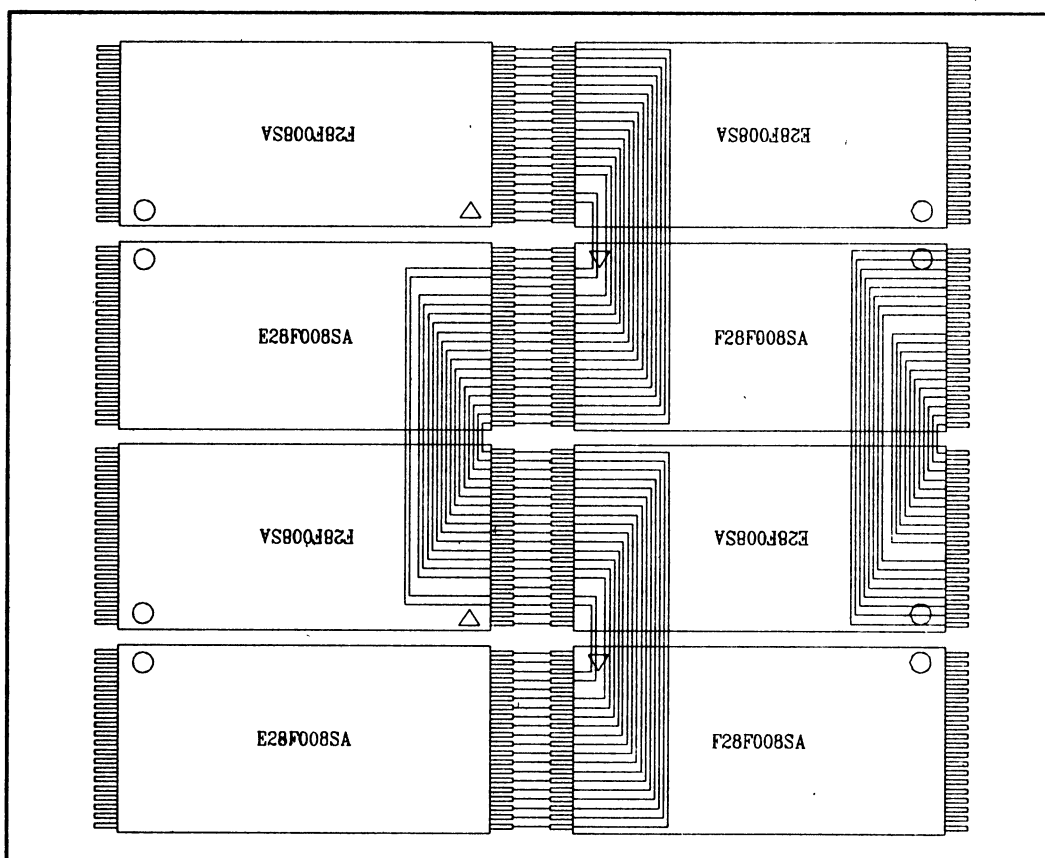

Рис. 4.8. Трассировка серпантинном для корпусов TSOP
На рис. 4.8 показан 8-Мбайтный массив флэш-памяти на основе ИС 28F008SA в корпусах TSOP (Thin Small Outline Package) в стандартном (E) и реверсивном (F) исполнениях. Топология печатных проводников, подобная приведенной, используется в карточках флэш-памяти Intel Series II (емкостью до 20Мбайт) и обеспечивает оптимальную плотность монтажа на отведенной площади платы.
Подключение контактов $R\overline{Y}/\overline{B\overline{Y}}$ на рис. 4.8 не показано. Их можно не использовать, но тогда система должна программно опрашивать регистры состояния микросхем. В другом случае выходы $R\overline{Y}/\overline{B\overline{Y}}$ можно использовать, как описано в разделе 4.2.2.
Выводы \overline{CE} на рис. 4.8 также не соединены — в предположении, что они индивидуально управляются схемой системного дешифратора для раздельного выбора кристаллов. Тем самым закладывается возможность последовательного (байт за байтом) доступа к массиву при чтении и записи. В системах с 16-разрядной шиной данных старшие и младшие байты слов могут выбираться одновременно за счет объединения линий \overline{CE} двух ИС 28F008SA, образующих 16-разрядное слово.
И, наконец, шины V_{CC} , V_{PP} и \overline{PWD} ко всем компонентам подведены параллельно. В разделе 4.2.6. рассматривается подключение фильтрующих конденсаторов для шин питания, а в разделе 4.2.3. рассматривается использование входа \overline{PWD} . При необходимости, общее управление энергопотреблением, показанное на рис. 4.8, может быть заменено на управление энергопотреблением одной микросхемы 28F008SA, пары микросхем и т.д.